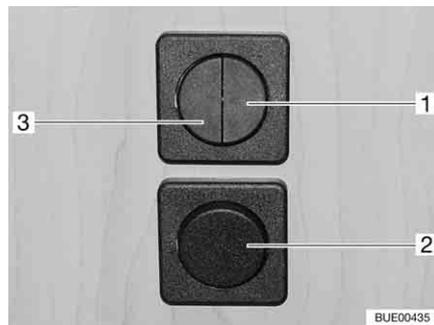
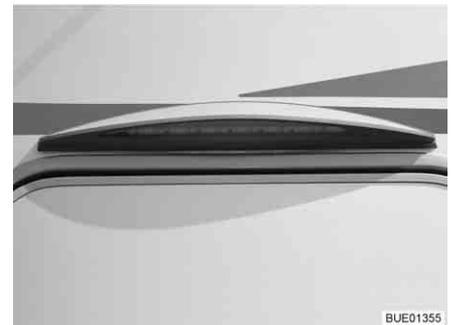

Fig. 40 Interruttore luci
Fig. 41 Luce tenda veranda
- Illuminazione dinette (Fig. 40,1)
- Luce tenda veranda (Fig. 40,2 e Fig. 40,3)
- ▷ Nei modelli senza interruttore luci (Fig. 40,2) la luce tenda veranda (Fig. 41) può essere accesa o spenta mediante l'interruttore a bilico (Fig. 40,3).